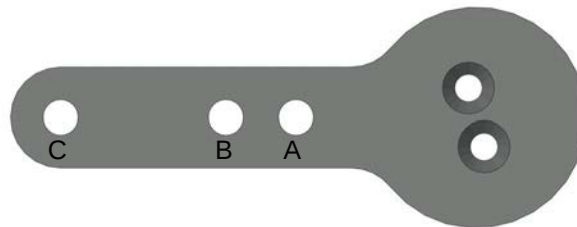
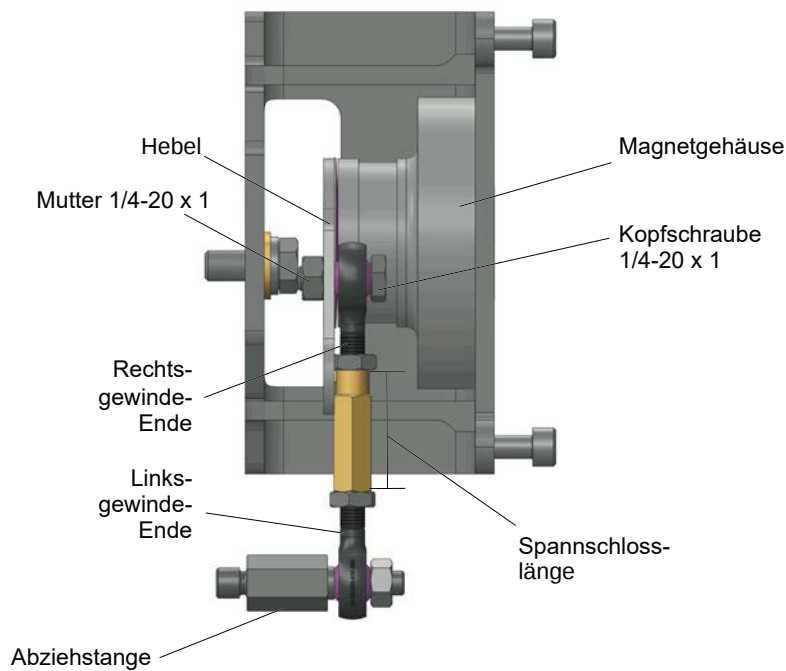

Abbildung 12: Hebel für Multifedermembran-Stellantrieb Modell 87/88
Abbildung 13: Hubgestänge
4. Wählen Sie die Montagebohrung A, B, C oder D für den Hub des Ventils. Bohrung B in Abbildung 12 ist beispielsweise für einen Stellantrieb der Größe 10 mit einem Hub von 1,0 Zoll dargestellt.
6. Tragen Sie Loctite® auf und schrauben Sie die Aufnahmestange auf den Anschluss der Stellantriebsspindel (Abbildung 13).
7. Befestigen Sie das Stangenende mit Rechtsgewinde mithilfe einer Kopfschraube und Mutter 1/4-20 x 0,75" am Hebel (Abbildung 13). Das zu verwendende Loch am Hebel hängt vom jeweiligen Ventilhub ab. Siehe Abbildung 12 und „Auswahl des Hubventilgestänges“, Tabelle 3 auf Seite 31.
9. Befestigen Sie die Magnetgehäuse-Baugruppe, einschließlich des Hebels und des Stangenendes mit Rechtsgewinde, mit vier Flachkopfschrauben M5 x 10 mm mithilfe eines Inbusschlüssels 5 mm an der Halterung (Abbildung 13).
11. Schrauben Sie das Spannschloss auf das Stangenende mit Linksgewinde. Siehe Abbildung 13.